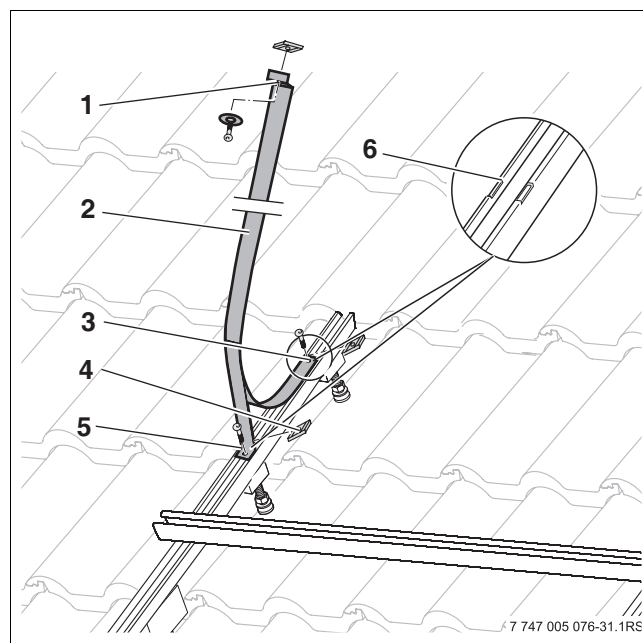

Fig. 50 Fijar la abrazadera del acumulador
- Introducir el tornillo en el extremo delantero de la abrazadera del acumulador (Fig. 50, (3)) y enroscar la tuerca corredera (4) hasta que se note una ligera resistencia.
- Introducir el tornillo en la escuadra de apoyo de la cinta del acumulador (Fig. 50, (5)) y enroscar la tuerca corredera hasta que se note una ligera resistencia.
- Colocar el extremo delantero de la abrazadera del acumulador (Fig. 50, (3)) en la muesca de apoyo (6) y apretar el tornillo.
- Colocar la escuadra de apoyo de la abrazadera del acumulador (Fig. 50, (5)) en la segunda muesca de apoyo y apretar el tornillo.
- Colocar en el extremo trasero de la abrazadera del acumulador (Fig. 50, (1)) el tornillo, la arandela y la tuerca corredera. No atornillar este extremo todavía!